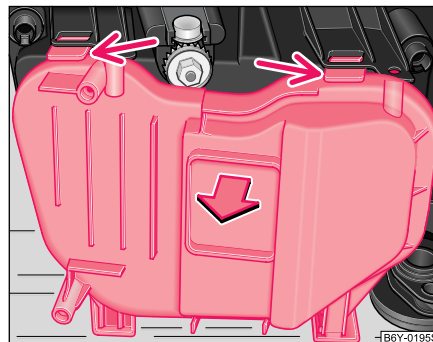

Fig. 153 Cache de protection pour les phares avant
- Poussez le ressort de sécurité vers le bas et enlevez le cache de protection ⇒ page 220, fig. 153.
- Déposez le cache de protection au dos du phare ⇒ page 220, fig. 153.